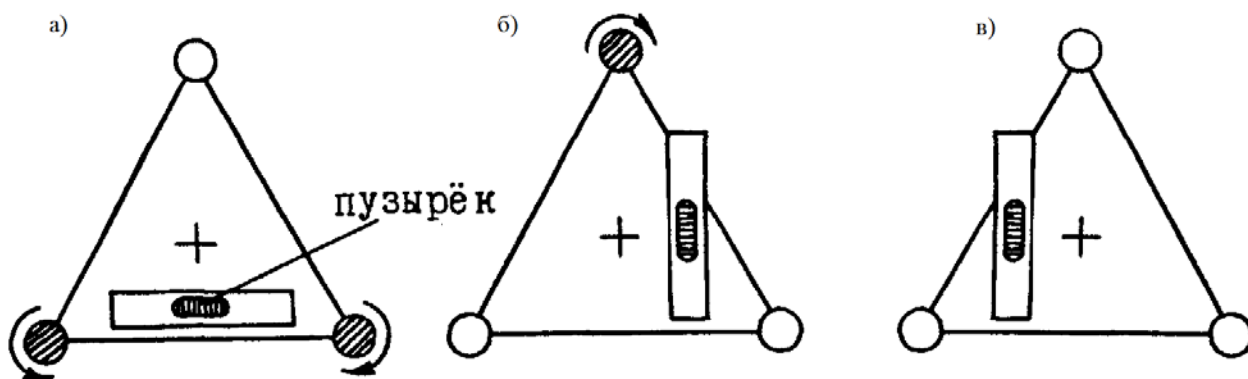

Рис. 5. Схема выполнения горизонтирования теодолита по цилиндрическому уровню при алидаде.
- 2) Вращая алидаду теодолита вокруг его вертикальной оси, добейтесь такого положения, при котором ось цилиндрического уровня будет выставлена параллельно линии, проходящей через два любых подъемных винта 16 (рис. 5а). Если прибор ранее был отгоризонтирован, то пузырек цилиндрического уровня должен находиться в центре ампулы. Если пузырек не находится в центре ампулы, то вращайте оба подъемных винта в противоположных направлениях (один по часовой стрелке, другой — против, либо наоборот) и приведите пузырек в центр.
- 3) Поверните алидаду на 90° , при этом ось цилиндрического уровня будет направлена в сторону третьего подъемного винта (рис. 5б). Если пузырек уровня не находится в центре ампулы, то, вращая третий подъемный винт, приведите пузырек уровня в центр.
- 4) Разверните алидаду на 180° (рис. 5в), при этом ось уровня будет направлена в сторону третьего подъемного винта и перпендикулярна линии между первыми двумя. Пузырек уровня должен остаться в центре ампулы. Допустимое смещение — 2 деления ампулы уровня. После выполнения горизонтирования прибор готов к использованию.